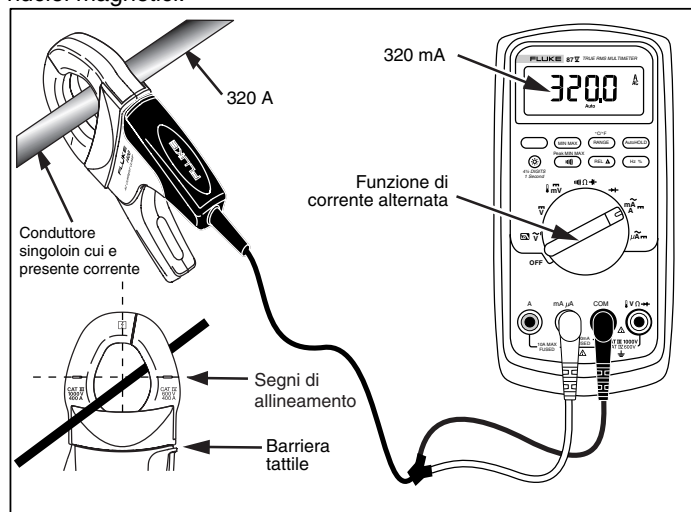

Figura 1. Configurazione della pinza amperometrica i400
- Non tenere la pinza in nessun punto oltre la barriera tattile; vedi Figura 1.
Vedere la Figura 1.
3. Posizionare le ganasce intorno al conduttore in cui è presente la corrente da misurare, accertandosi che esse siano ben chiuse. La pinza offre la massima precisione quando il conduttore è centrato tra i segni di allineamento visibili sulle ganasce; vedi Figura 1.
Per prevenire scosse elettriche o lesioni personali, tenere le dita dietro la barriera tattile; vedi Figura 1.